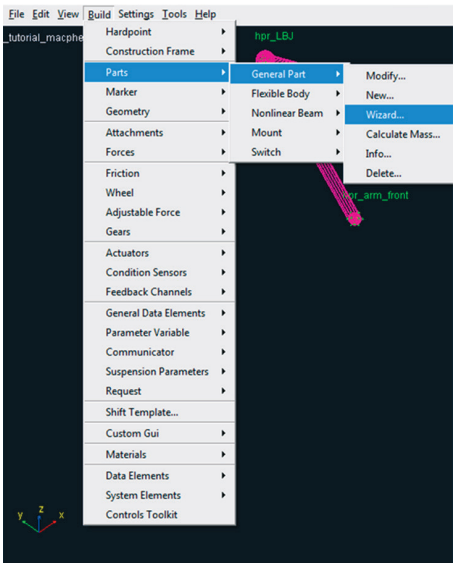

Figura 4.28 – Construção do *General Part* “Wheel Carrier”.
- Primeiramente acesse o menu *Build*, clique em *Parts* → *General Part* → *Wizard*, conforme ilustra a Figura 4.28.